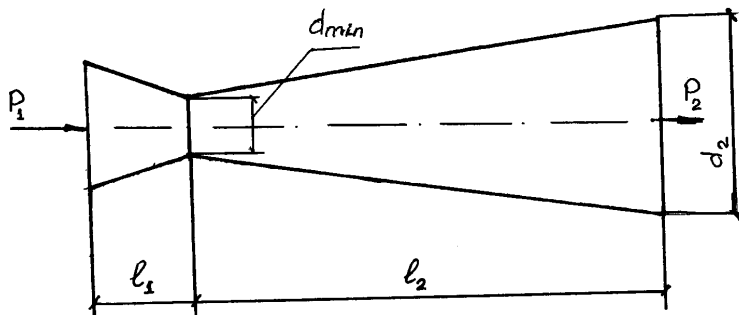

Рис. 1. Сопло Лавалья
- 1) рассчитать размеры сопла Лавала  $d_{\min}$ ,  $d_2$ ,  $l_2$  (рис.1);